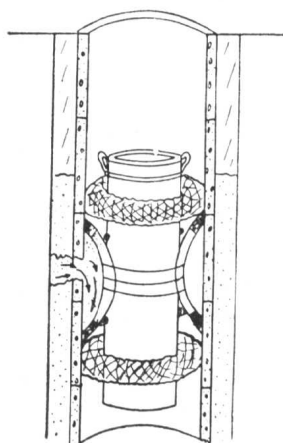

图 8 安装套管示意图
4.安装套管：将以上设备安装完毕以后，用送管器将套管压进井内，这个时候插销绳和割绳铅丝不受力，跟随套管降落。等到套管降至修补位置以后，再用力提升割绳铅丝，固定卡、棕碗等伸张开发挥作用撑住井壁，再拔出插销绳，吊管绳便随之提出，最后提出送管器，套管安装完毕（如图8）。